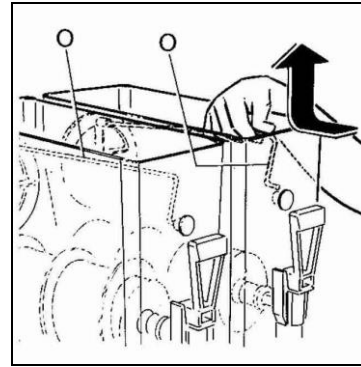

Fig. 1
L'apparecchio su una superficie orizzontale e solida facendo in modo che la carrozzeria dell'apparecchio sia ben areata (almeno 20 cm di spazio libero, fig.1), installare l'apparecchio in un ambiente asciutto ed evitare di installarlo
- **E**strarre il dispositivo di miscelazione superiore (O) spingendolo leggermente all'indietro per poterlo disincastare dalla propria sede (vedi fig. 1).